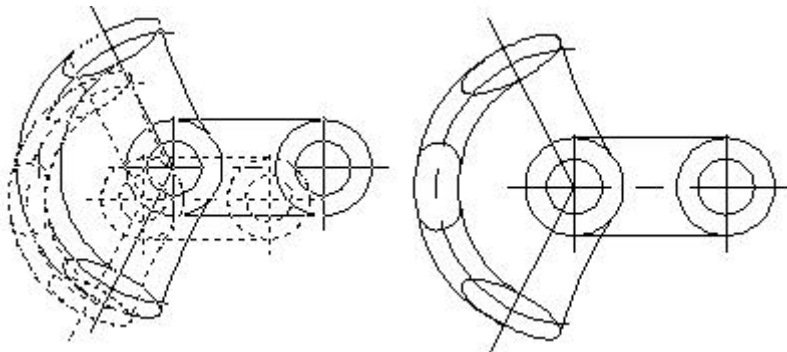

图 6-14 缩放示意图
在 AutoCAD 2007 中，可以使用“缩放”命令按比例增大或缩小对象。选择“修改”|“缩放” 命令 (SCALE)，或在“修改”工具栏中单击“缩放”按钮，可以将对象按指定的比例因子相对于基点进行尺寸缩放。如图 6-14，先选择对象，然后指定基点，命令行将显示“指定比例因子或 [复制 (C)/参照 (R)]<1.0000>:”提示信息。如果直接指定缩放的比例因子，对象将根据该比例因子相对于基点缩放，当比例因子大于 0 而小于 1 时缩小对象，当比例因子大于 1 时放大对象；如果选择“参照 (R)”选项，对象将按参照的方式缩放，需要依次输入参照长度的值和新的长度值，AutoCAD 根据参照长度与新长度的值自动计算比例因子(比例因子=新长度值/参照长度值)，然后进行缩放。